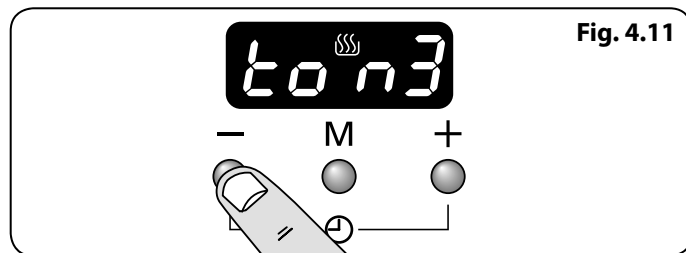

Fig. 4.11
2. Pour choisir la tonalité, appuyer sur le bouton [-] jusqu'à ce que la tonalité souhaitée soit atteinte (**Fig. 4.11**).